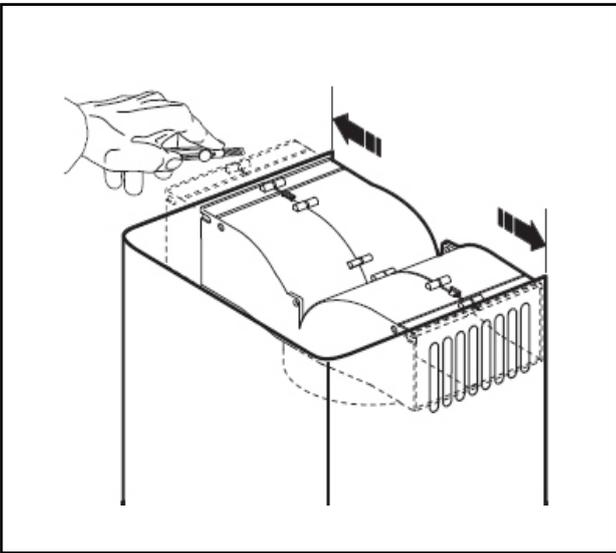

Fig.8
- Il est possible de recouper la dérivation en plastique pour qu'elle s'adapte bien à l'intérieur de la partie supérieure de la cheminée télescopique et que les sorties d'air soient correctement positionnées par rapport aux grilles de rejet. (**Fig.8**).